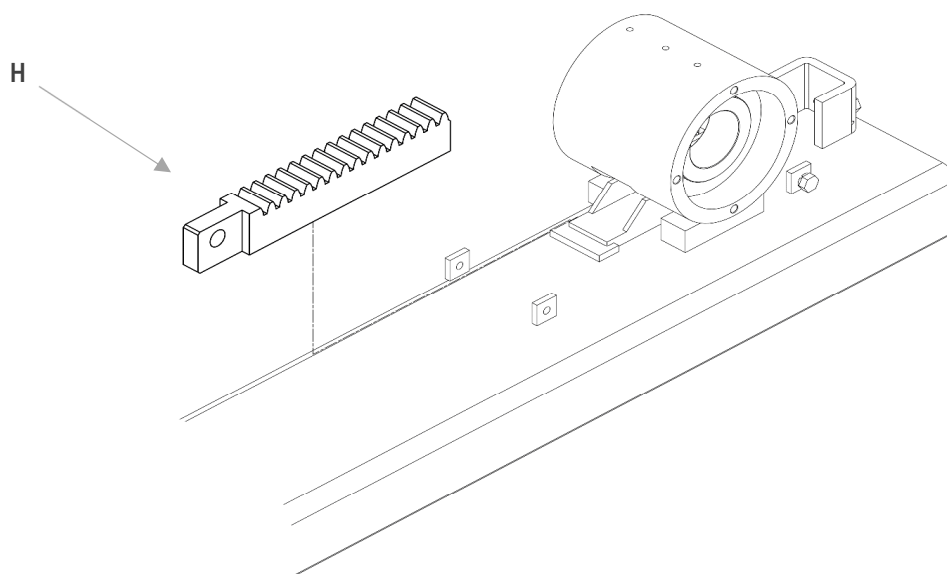

Figure 45
4. Après avoir effectué toutes les opérations indiquées ci-dessus, la crémaillère **H** est libre d'être retirée vers l'arrière du sabot d'arrêt (voir Figure 45)